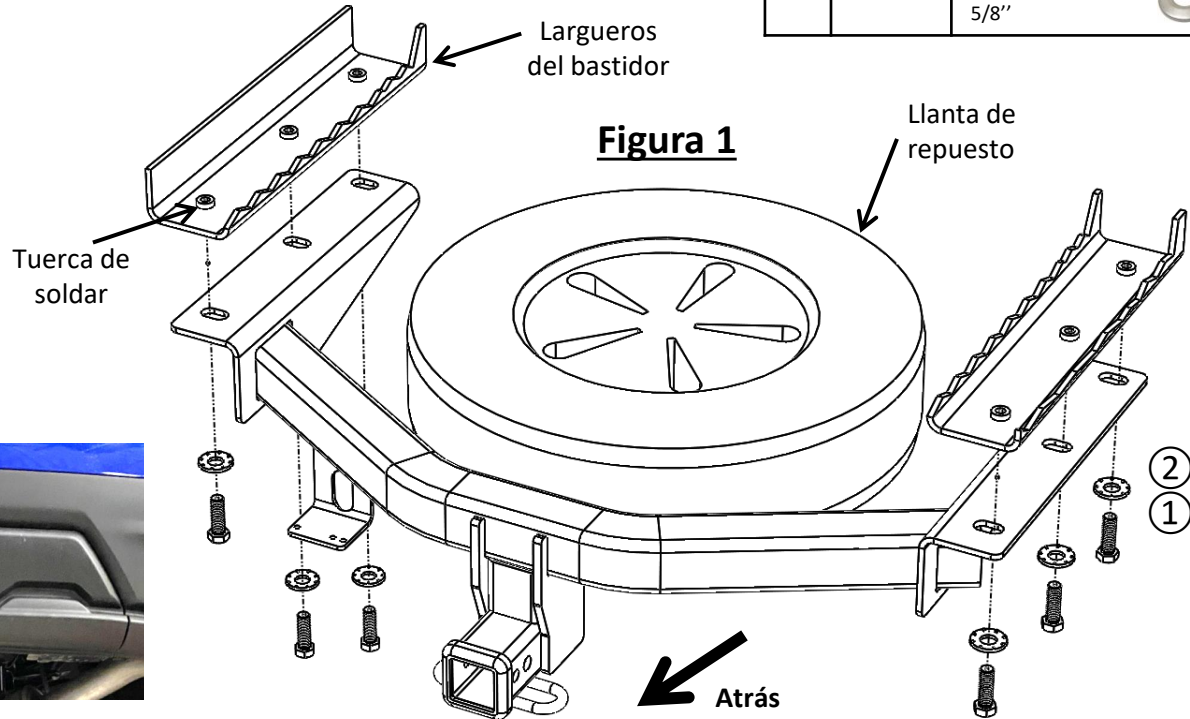

Figura 2
- Recortar la fascia** – con una sierra para metales, recortar la parte inferior central de la fascia que se muestra en la **Figura 2**.